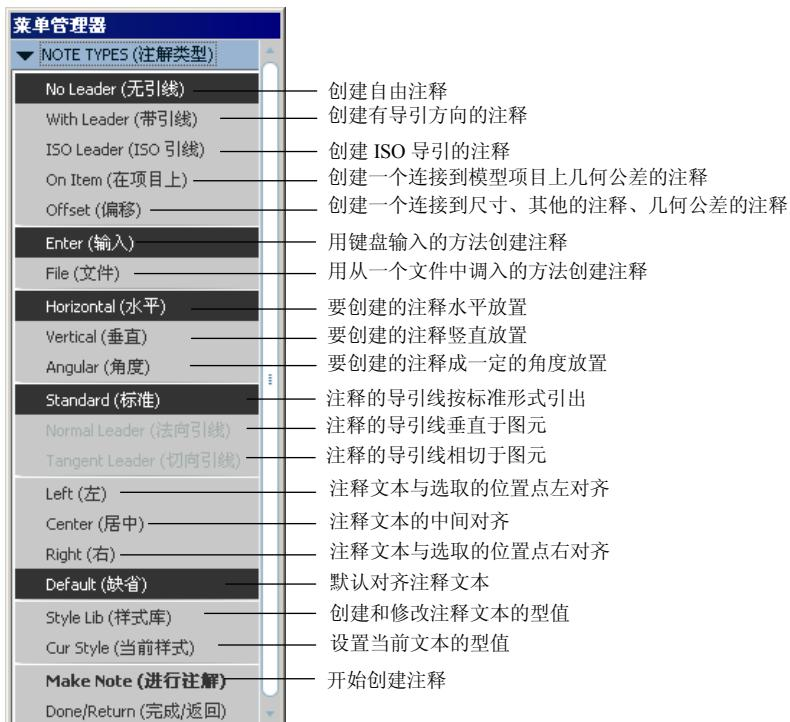

图 10.6.1 “注解类型”菜单
在工具栏中选择 **注释** →  命令，系统弹出 **NOTE TYPES (注解类型)** 菜单（如图 10.6.1 所示）。在该菜单下，可以创建用户所要求的属性的注释，如注释可连接到模型的一个或多个边上，也可以是“自由的”。创建第一个注释后，Pro/ENGINEER 使用先前指定的属性要求来创建后面的注释。
Step2. 在图 10.6.1 所示的菜单中，选择 **No Leader (无引线)** → **Enter (输入)** → **Horizontal (水平)** → **Start/End (起/止)** → **Default (缺省)** → **Make Note (进行注解)** 命令。
Step2. 在图 10.6.1 所示的“注解类型”菜单中，选择 **New Leader (带引线) → Enter (输入) → Horizontal (水平) → Standard (标准) → Default (标准) → Make Note (进行注解)** 命令。